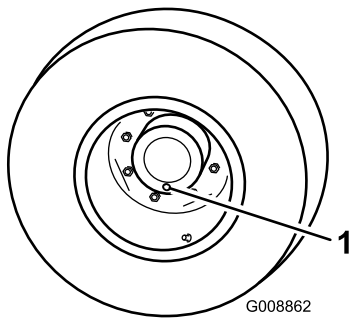

Bild 91
2. Stellen Sie das Rad so, dass sich eine der Prüfschrauben in der untersten Stellung (6 Uhr) befindet (Bild 91).